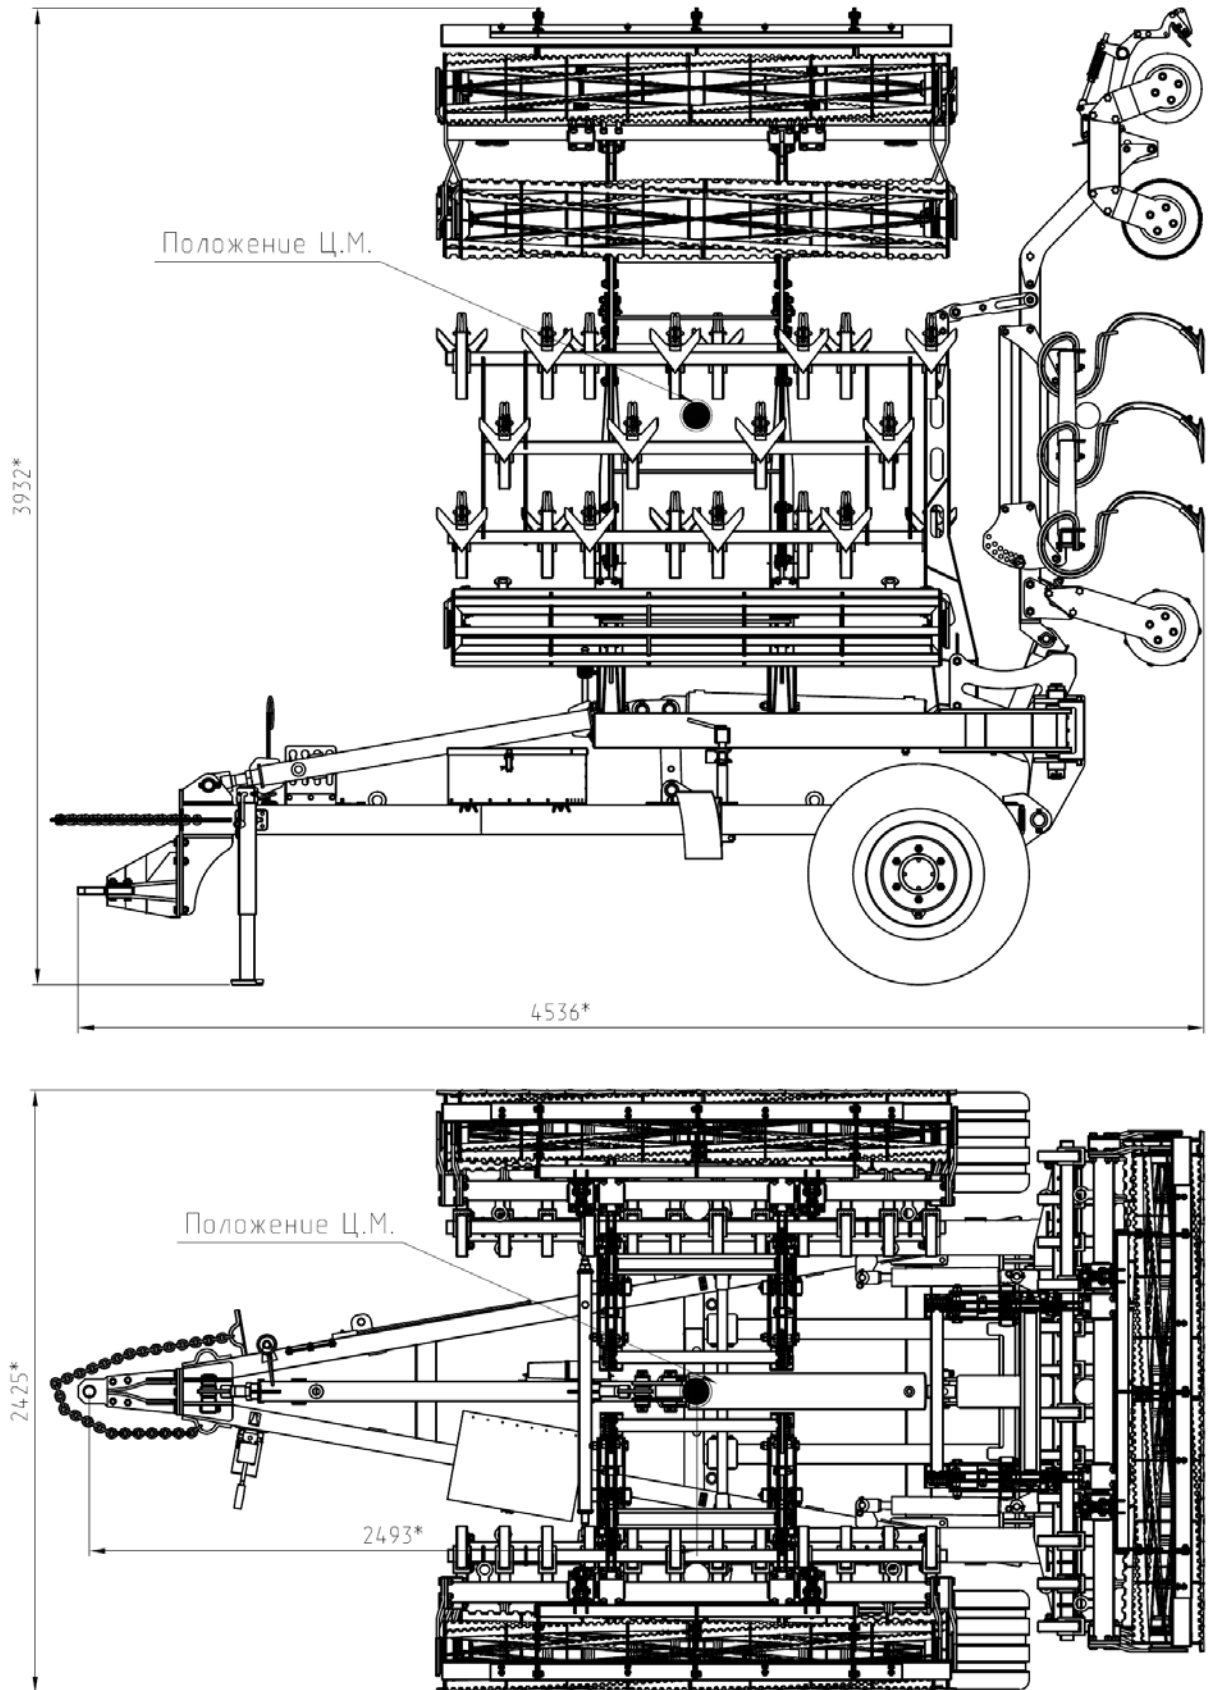

Рис.11 Расположение центра тяжести культиватора.
33. Расположение центра масс.	См. рис.11